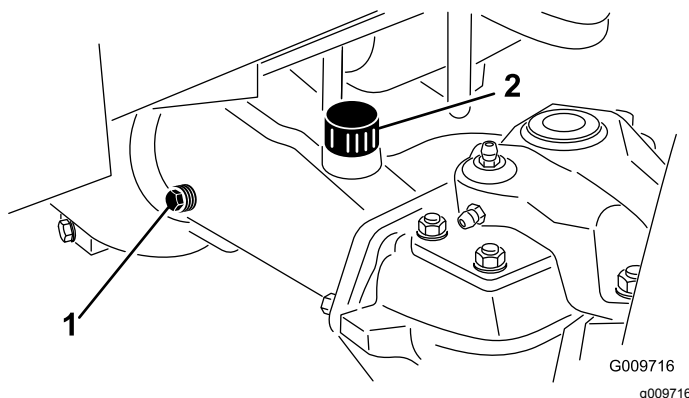

Figure 85
2. Enlevez un bouchon de contrôle à une extrémité du pont et vérifiez que le lubrifiant atteint la base de l'orifice (Figure 85).